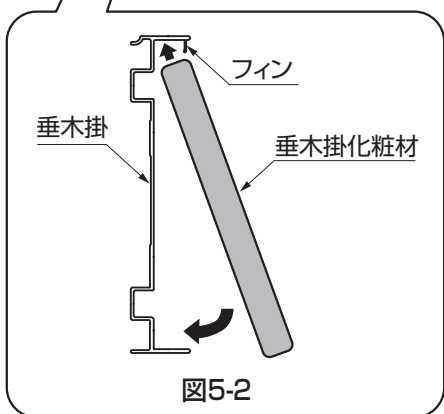

図5-2
- 垂木掛化粧材上端部を垂木掛のフィンに納めてから、【4-1】で固定してください。(図5-2参照)